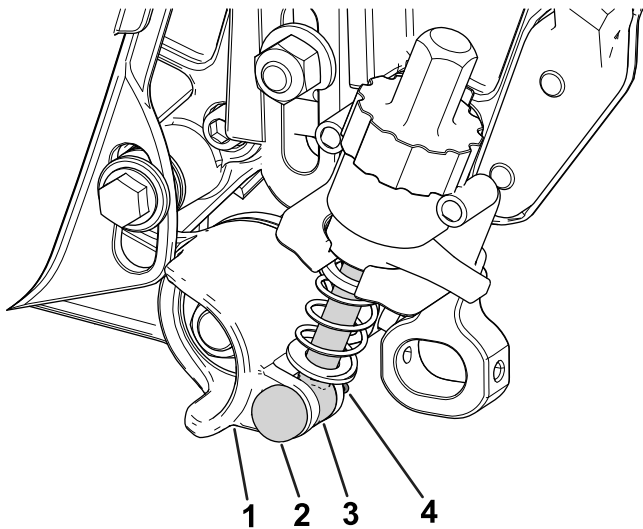

图 13
4. 将调整臂组件杆对准怠轮总成上的调节环用调节销和开口销将其固定到调节环上图 13。